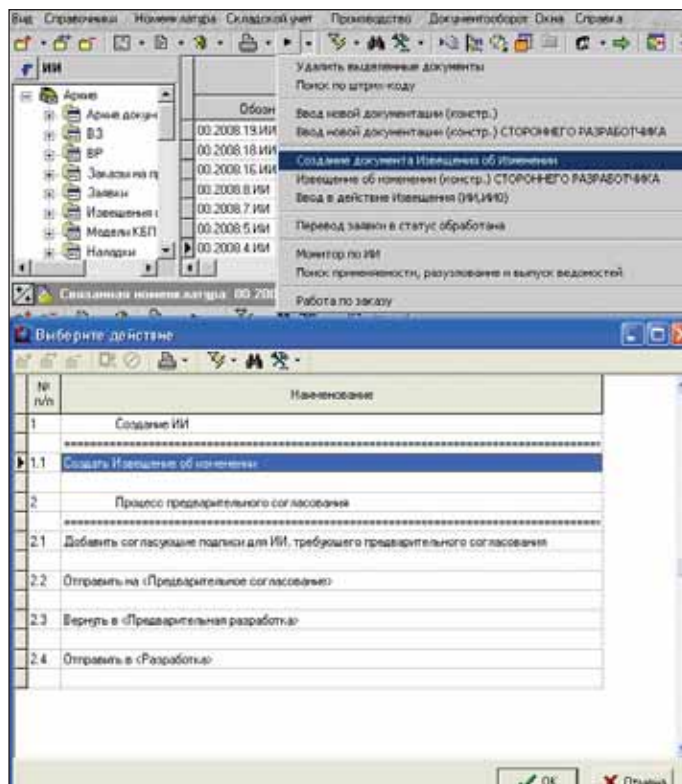

Рис. 7. Изменение расцеховки — шаг 1
1. **Шаг 1.** Пользователь — Разработчик в рабочей группе ТБ ОГТ (подразделение, отвечающее за технологический состав и разработку маршрутов) — должен провести изменение расцеховки. Он просто выбирает соответствующее действие (рис. 7).